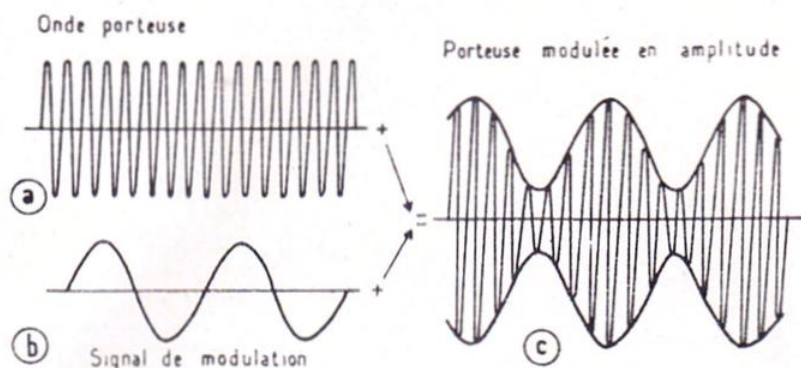

Fig. 3 : Principe de la modulation en amplitude (A.M.) d'une porteuse haute-fréquence (H.F.).
Le principe de la modulation d'amplitude d'une porteuse H.F. est schématisé figure 3, où, en (a) on remarque la porteuse H.F. engendrée au niveau des circuits de l'émetteur ; en
**S.S.B. (de l'anglais « Single Side Band »).** Il s'agit du procédé dit « à bande latérale unique » appelé encore BLU, qui a (comme dans le cas présent) recours à une modulation d'amplitude, mais dans lequel, à la fois pour économiser l'énergie nécessaire à l'émission et pour réduire l'encombrement en fréquence, on ne transmet qu'une partie des signaux composant la porteuse modulée (fig. 3).